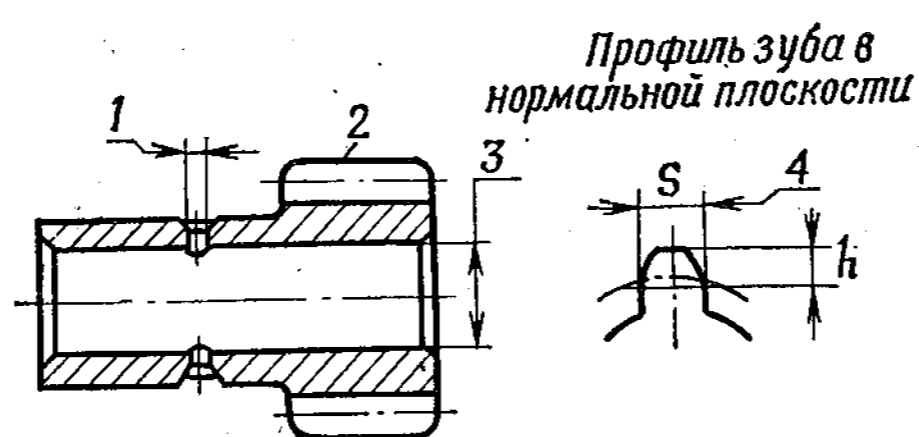

Рис. 80. Шестерня привода масляного насоса
4. Шестерня привода масляного насоса (рис. 80)